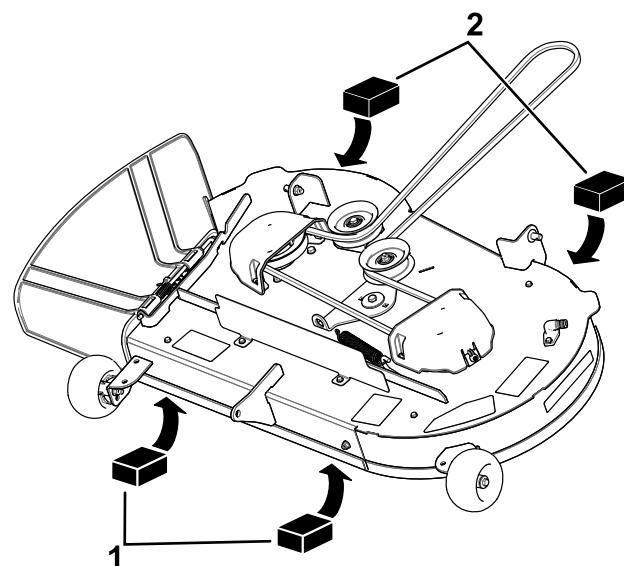
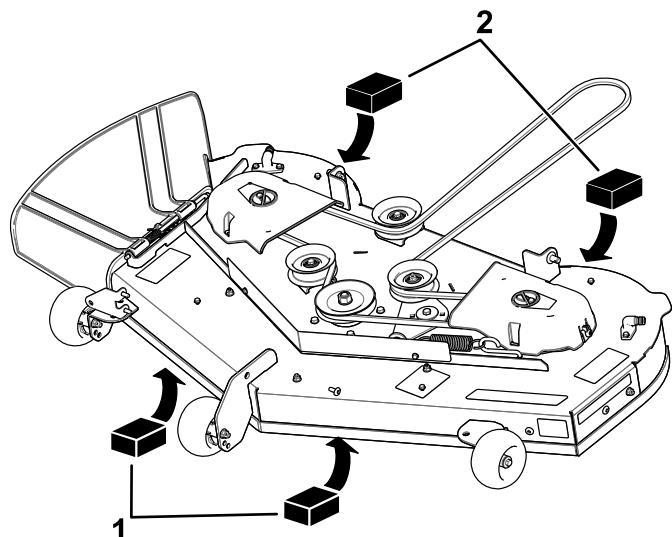

Figura 71
Figura 72
4. Posizionate 2 blocchi ciascuno con uno spessore di 6,6 cm sotto ciascun lato del bordo anteriore del piatto di taglio, ma non sotto le staffe del rullo antistrappo (Figura 71 o Figura 72).
5. Posizionate 2 blocchi ciascuno con uno spessore di 7,3 cm sotto il bordo posteriore della falda del piatto di taglio; 1 su ciascun lato del piatto di taglio (Figura 71 o Figura 72).